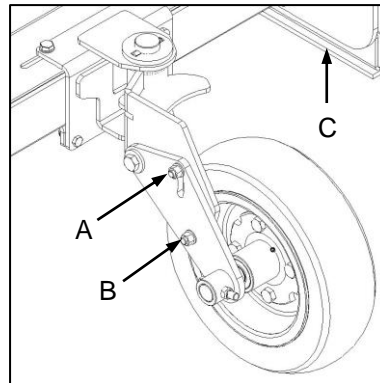

Fig. 6
- ✔ To set working height, loosen the pivot bolt (Fig. 6-A) while removing the height setting bolt (Fig. 6-B) completely.
- ⊖ Note that the articulated rear wheels may be used with the side panels and skids still in place. However, these must be suitably adjusted to prevent any ground contact during operation (Fig. 6-C). Failure to observe this requirement will result in structural and mechanical failure not covered under warranty.
- ✔ Om die werkhoopte te stel, draai die spilbout los (Fig. 6-A) los en verwyder die hoogteverstellingsbout heeltemal (Fig. 6-B).
- ⊖ Let daarop dat die geartikuleerde agterwiele gebruik kan word met die sypaneel en glystukke steeds in posisie. Dié moet egter so verstel word dat daar geen grondkontak tydens bedryf is nie (Fig 6-C). Versuim om hierdie vereiste na te kom sal tot strukturele en meganiese onklaarraking lei wat nie onder waarborg gedek word nie.